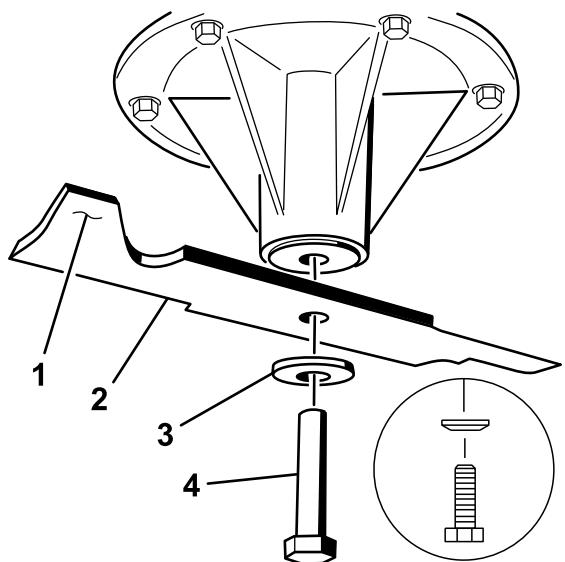

図 71
2. スピンドルシャフトにブレードを取り付ける図 71。
3. 湾曲ワッシャとブレードボルトを取り付ける図 71。
注 湾曲ワッシャは、円錐先端側をボルトの頭に向けて取り付ける図 71。